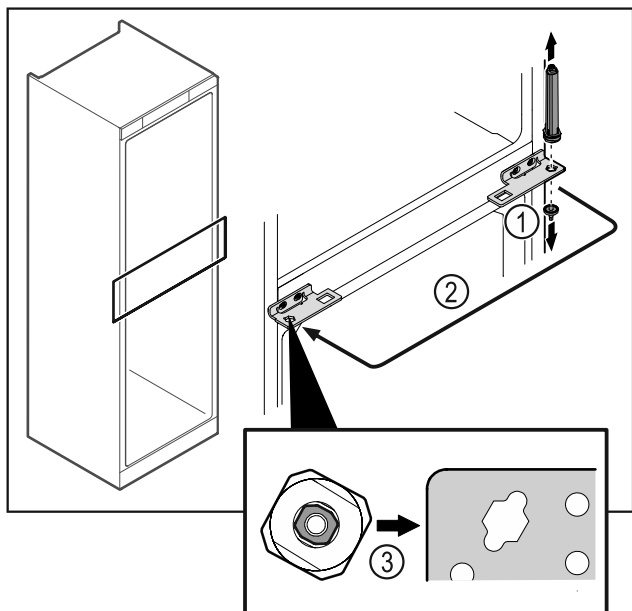

Fig. 44
- 拧下合页螺栓 Fig. 44 (1)。
- 调换关门系统 Fig. 44 (2)。
- 装入时，请留意关门系统 Fig. 44 (3) 是否正确对齐。